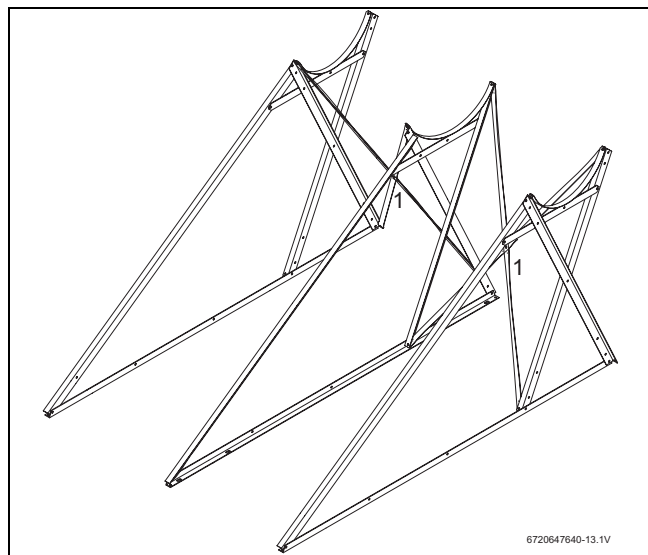

Fig. 21 Monter les contre-lattes
- ▶ Visser 4 contre-lattes en 2 croix (→ fig. 21, [1]).